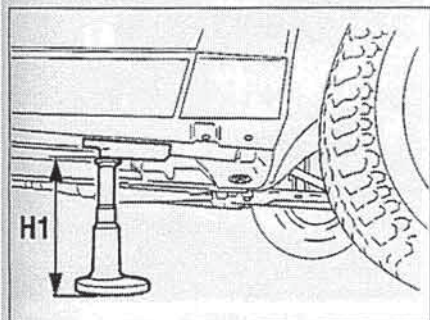

FIG.1
H1: distance comprise entre le point d'appui du cric de bord sur le bas de caisse avant et le sol (Fig.1).
- Mettre en place les piges (3) aux emplacements de mesure (Fig.1).